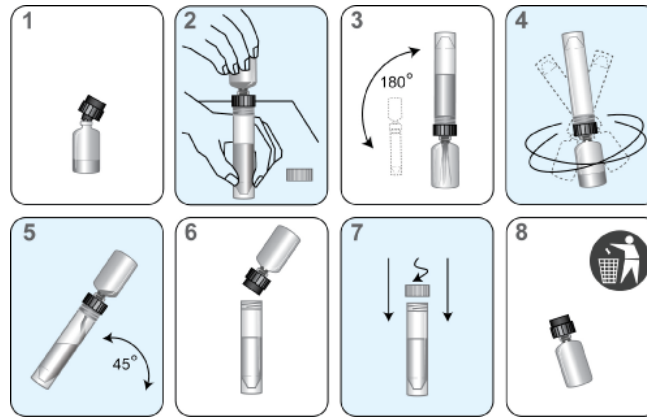

Figure 1 Processus de reconstitution du Panther System
- c. Ouvrir le flacon de réactif lyophilisé et insérer fermement l'extrémité du collet de reconstitution présentant une encoche dans l'ouverture du flacon (Figure 1, Étape 1).
- e. Tout en tenant le flacon de solution de reconstitution sur la table, insérer fermement l'autre extrémité du collet de constitution sur l'ouverture du flacon (Figure 1, étape 2).
- f. Retourner délicatement l'assemblage flacon/bouteille. Laisser la solution drainer du flacon dans le flacon de verre (Figure 1, étape 3).
- g. Mélanger soigneusement la solution dans le flacon en verre en effectuant un mouvement rotatif (Figure 1, Étape 4).
- h. Attendre que le réactif lyophilisé se dissolve, puis retourner à nouveau les flacons assemblés, en les inclinant à un angle de 45° pour minimiser la formation de mousse (Figure 1, Étape 5). Laisser tout le liquide s'écouler dans la bouteille en plastique.
- i. Retirer le collet de reconstitution et le flacon en verre (Figure 1, étape 6).
- j. Reboucher le flacon en plastique. Noter les initiales de l'utilisateur et la date de reconstitution sur l'étiquette (Figure 1, Étape 7).
- k. Jeter le collet de reconstitution et le flacon en verre (Figure 1, Étape 8).